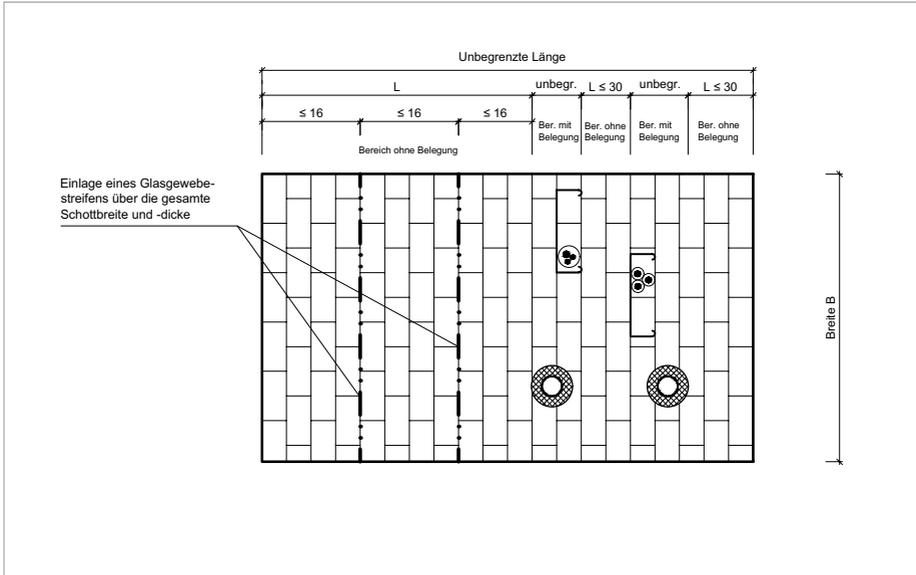

Bild 4: Einlage von Glasgewebestreifen in Wänden und Decken
- / Schottbereiche in Bauteilen ohne Installationen mit einer Länge > 300 mm sind mit Stahlbauteilen unterhalb der Kombiabschottung bzw. beidseitig der Wandkonstruktion (Mindestabmessung 40 mm x 2 mm) alle 300 mm zu unterstützen (s. Bild 5, S. 20). Alternativ darf anstelle eines Stahlbauteils ein Glasgewebe alle 160 mm in die Lagerfugen eingelegt werden. (s. Bild 4, S. 20)